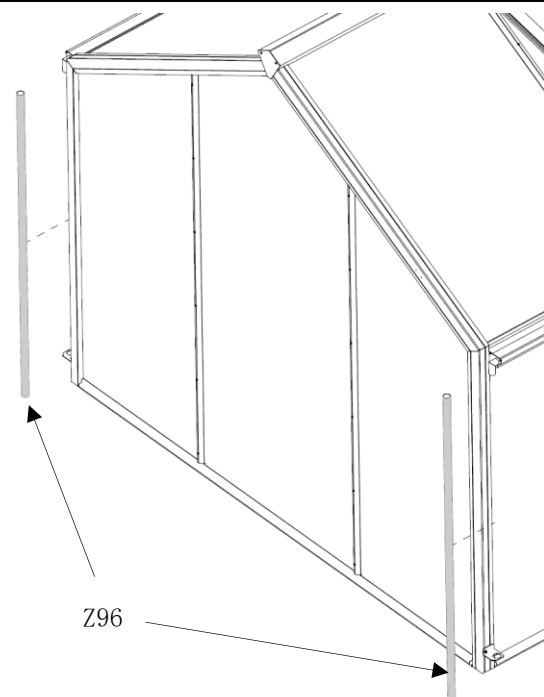

Abb. 130
- die Fallrohre (**Pos. Z96**) in die Bohrung der Fallrohrhalterungen (**Pos. Z33**) stecken und nach oben in die Stützen der Rinnenendbleche (**Pos. Z30/Z31**) schieben, bis diese sich festklemmen. (Abb. 130)